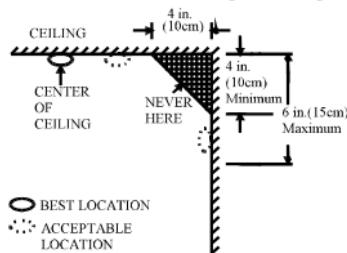

Abbildung 4: Empfohlene beste und akzeptable Standorte zur Anbringung von Rauch- und Hitzemeldern
- ◆ Installieren Sie Rauch-/Wärmemelder so nahe wie möglich in der Mitte der Decke. Wenn das nicht praktikabel sein sollte, bringen Sie den Melder nicht näher als 10 cm von jeder Wand oder Ecke entfernt an, wie in Abbildung 4 gezeigt wird.
- ◆ Wenn eine Montage an der Decke nicht möglich ist und eine Anbringung an der Wand von Ihren staatlichen und lokalen Behörden gestattet wird, dann installieren Sie die an der Wand angebrachten Melder in einer Entfernung von 10 bis 15 cm von der Decke, siehe auch Abbildung 4